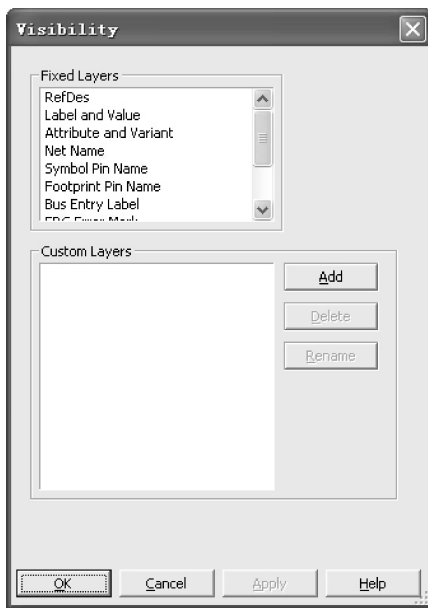
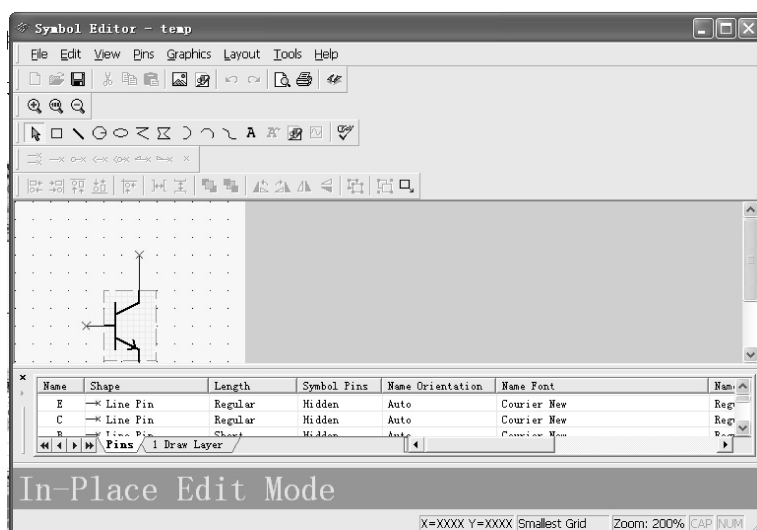

图 1-21 层设置对话框
图 1-22 编辑符号/标题栏对话框
(12) Graphic Annotation: 图形注释选项。
(13) Order: 改变电路图中所选元器件和注释的叠放次序。
(14) Assign to Layer: 指定所选层为注释层。
(15) Layer Settings: 层设置。执行该命令, 弹出图 1-21 所示层设置对话框。
(16) Orientation: 对选中的元器件进行方向调整, 包括垂直翻转、水平翻转、顺时针旋转 90°、逆时针旋转 90°等。
(17) Title Block Position: 设置电路标题栏的位置。
(18) Edit Symbol/ Title Block: 编辑电路元器件符号或标题栏。在电路工作区选是某个元器件, 假设选中电路中的晶体管 Q1, 执行编辑符号/标题栏菜单命令后, 出现图 1-22 所示的对话框。其上部分为器件外形窗口, 下部分为器件外形编辑窗口, 在此窗口可对器件的引脚长短、引脚符号、名称方向及字体字形进行编辑。